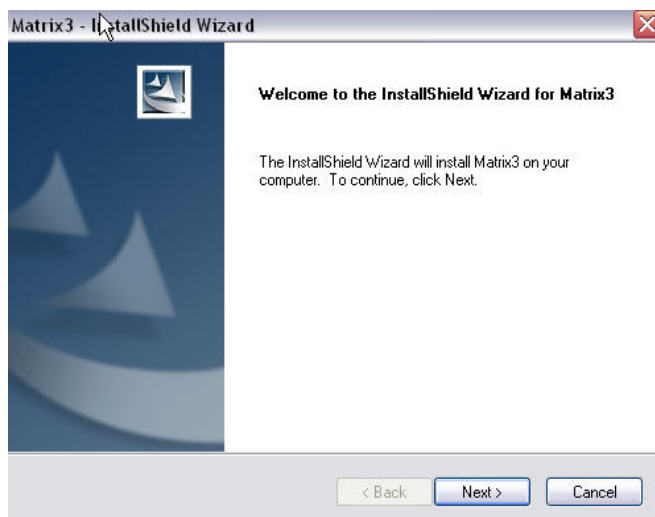

FIG. 7
7. Haga clic en SIGUIENTE para continuar con la instalación del software y pasar al asistente InstallShield de Matrix 3 (FIG. 7). Haga clic en el botón ATRÁS para volver a la pantalla de instalación anterior o en CANCELAR para finalizar la instalación del software.
8. Haga clic en SIGUIENTE. El asistente InstallShield de Matrix 3 comienza la instalación (Fig. 7).